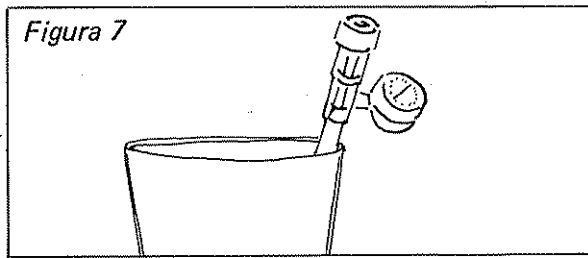

Figura 7
- b) Dejar saturando en un recipiente con agua la cápsula porosa por 24 horas (Figura 7).